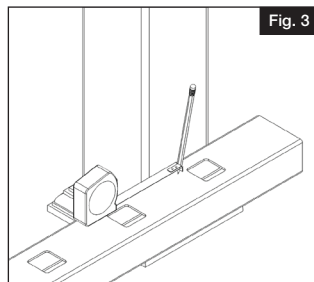
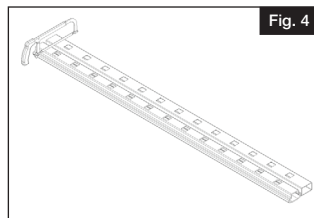

Fig. 3
Fig. 4
- Marque $\frac{1}{8}$ " desde el extremo del poste para dejar espacio para los soportes (Fig. 3).
- Alinee la barandilla superior con la barandilla inferior y corte ambas barandillas con un gramil de inglete, una següeta o una sierra de corte (se recomienda una cuchilla con punta de carburo con 60 dientes o más) (Fig. 4).
- c. Coloque la sección de barandillas de la escalera ensamblada junto a los postes de la escalera montados (Fig. 3). Mida la distancia desde el primer y el último balaustre hasta los postes superior e inferior y asegúrese de que la distancia sea la misma a ambos lados de la sección de barandillas de la escalera (Fig. 4). Engrampe en el lugar (Fig. 5).